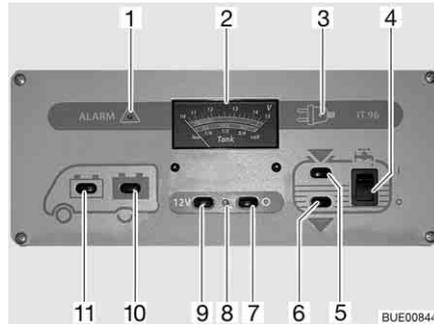

Fig. 105 Pannello di controllo IT 96-2
L'interruttore principale a 12 V (Fig. 105,7 e 9) inserisce o disinserisce il pannello di controllo e l'alimentazione a 12 V dell'abitacolo.
Accensione: ■ Premere l'interruttore (Fig. 105,9) "12 V": L'alimentazione a 12 V dell'abitacolo è inserita. La spia di controllo (Fig. 105,8) diventa verde.
Spegnimento: ■ Premere l'interruttore (Fig. 105,7) "O": L'alimentazione a 12 V dell'abitacolo è disinserita. La spia di controllo (Fig. 105,8) si spegne.
Per l'indicatore volt/serbatoio (Fig. 105,2) leggere la scala superiore. L'indicatore si illumina automaticamente appena viene premuto un interruttore.
- Premere l'interruttore (Fig. 105,11) "☰": Viene indicata la tensione della batteria di avviamento.
- Premere l'interruttore (Fig. 105,10) "☷": Viene indicata la tensione della batteria dell'abitacolo.
Per l'indicatore volt/serbatoio (Fig. 105,2) leggere la scala inferiore. L'indicatore si illumina automaticamente appena viene premuto un interruttore.
- Premere l'interruttore (Fig. 105,5) "": Viene indicato il livello del serbatoio dell'acqua.
- Premere l'interruttore (Fig. 105,6) "": Viene indicato il livello del serbatoio delle acque grigie.
- Premere in alto l'interruttore a bilico (Fig. 105,4) "I": L'alimentazione idrica è accesa.
- Premere l'interruttore a bilico in basso (Fig. 105,4) "O": L'alimentazione idrica è spenta.
La spia luminosa rossa "ALARM" (Fig. 105,1) inizia a lampeggiare non appena la tensione della batteria dell'abitacolo scende al di sotto di 11 V (misurazione durante il normale esercizio) con conseguente rischio che la batteria si scarichi troppo.
La spia di controllo a 12 V (Fig. 105,8) si accende non appena l'interruttore principale a 12 V (Fig. 105,9) viene inserito.
La spia gialla di controllo a 230 V (Fig. 105,3) si accende quando all'ingresso della centralina elettrica è presente una tensione di rete.